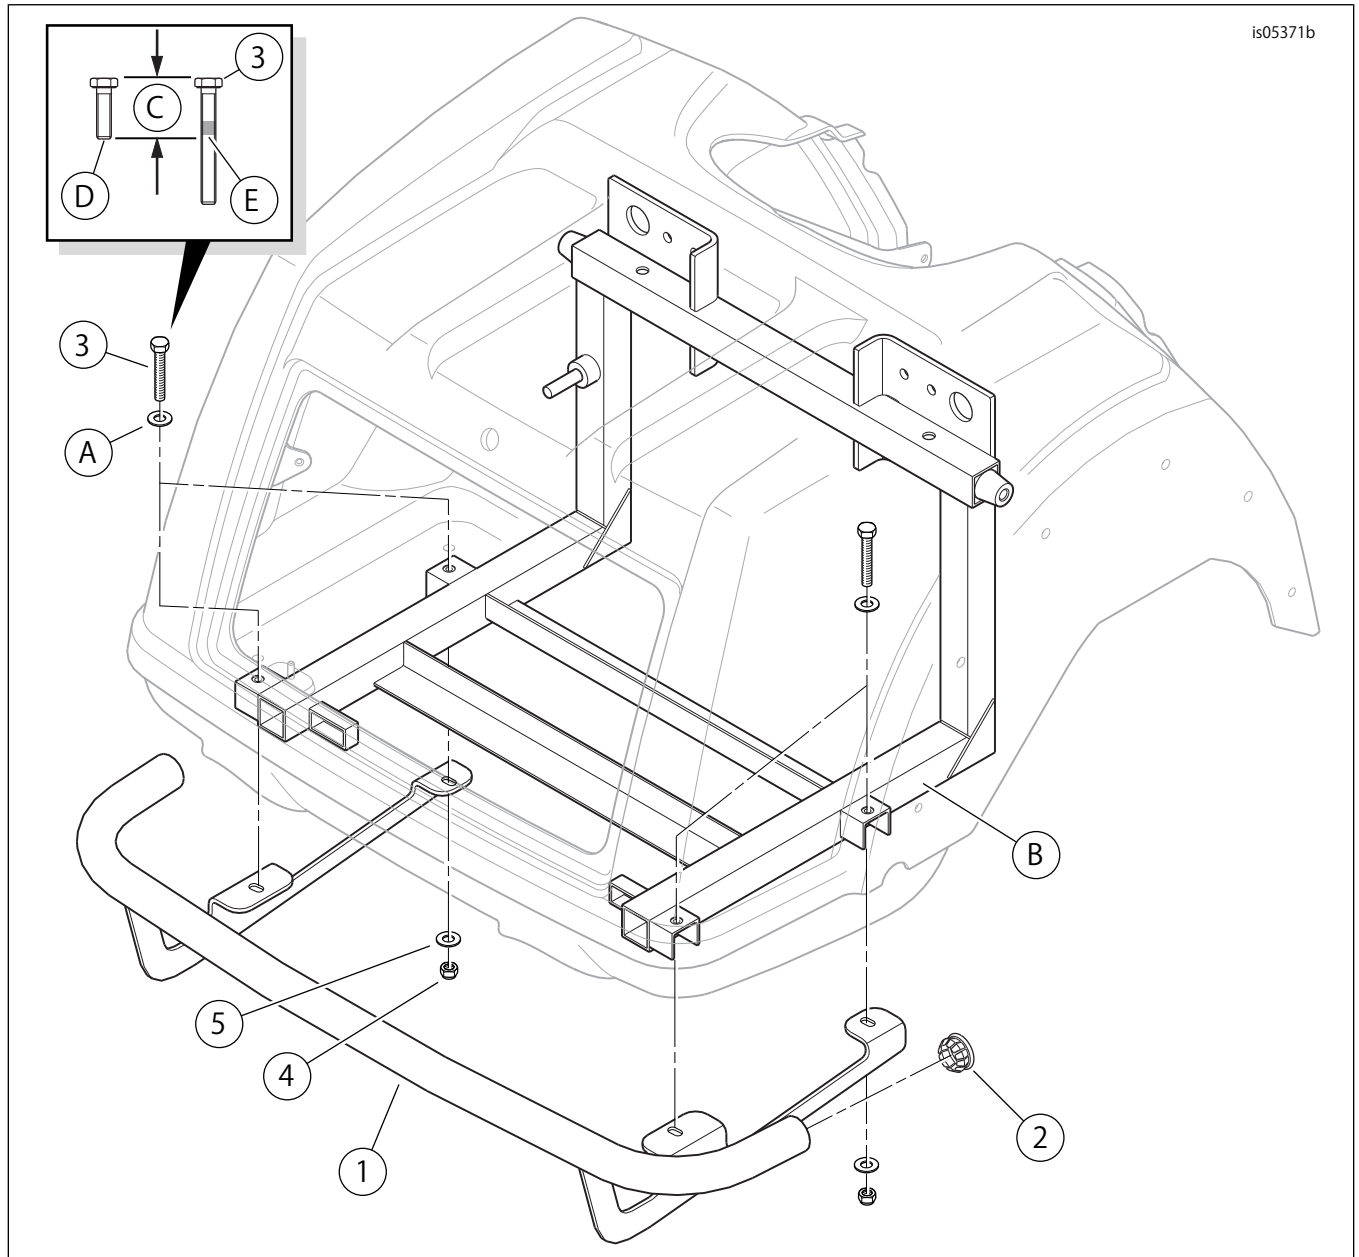

図1。キット内容:Trikeリアガード
1. 図1を参照してください。トランクコンパートメントのフロアにある、ボディをリアフレームに固定しているスクリュー4本とワッシャー(A)の場所を確認します。ワッシャーを残したまま、スクリュー1本を取り外します。次のステップのためにスクリューを残しておき、そのあとで廃棄します。
2. 図1を参照してください。スレッドロッカーをスクリュー(3)に塗布する。